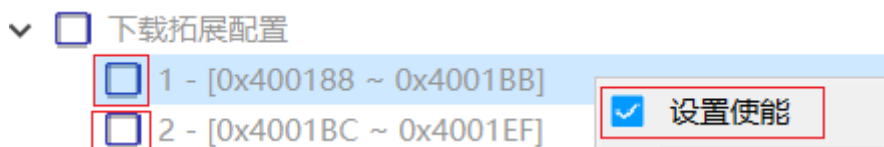

图2-3-2-5-2-2 下载拓展配置子项配置
1) 点击如图2-3-2-5-2-2所示下载拓展配置子项前面的图标位置可以切换勾选使能与不勾选取消使能。
2) 右键点击在拓展配置子项时会弹出如图2-3-2-5-2-2所示下拉列表。